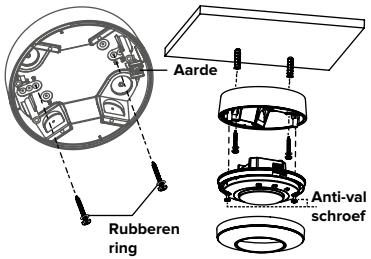

FIG. 13
- Gebruik voor de montage op een plafondplaat de 2 ronde uitsparingen in de behuizing en zet de behuizing vast met de 2 schroeven met rubber ringen (FIG. 13).
- Sluit de bedrading aan en zet de sensor in de behuizing vast met de anti-val schroeven (FIG. 13).